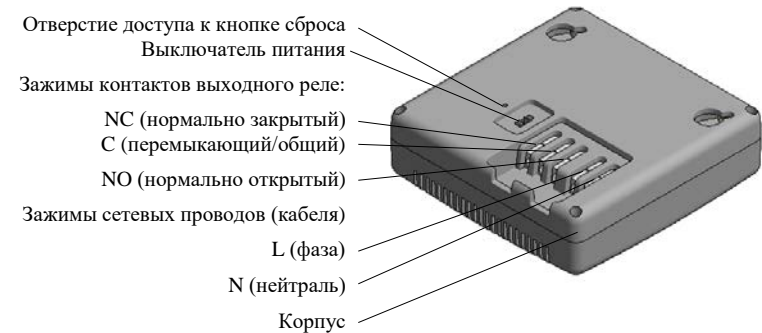

Рисунок 1.3 – Вид датчика снизу
4.3 Внутри корпуса размещены печатная плата с сенсором, электронными компонентами и аккумуляторная батарея (АКБ) (см. рисунок 1.2). С нижней стороны корпуса размещены кнопка управления (включение/выключение) датчиком, кнопка защиты от вмешательства и клеммы подсоединения внешних цепей! (см. рисунок 1.3).